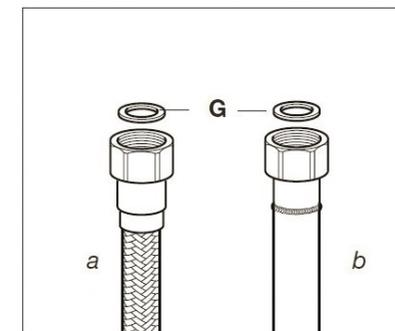

Figure 7
type G1/2) avec interposition d'un joint spécifique gaz fourni ((G) sur la figure 7) (si celui-ci n'est pas directement intégré au flexible) ;
1. Raccordement à l'aide d'un tuyau rigide à embout mécanique vissable (appellation norme Gaz G1/2) avec interposition d'un joint spécifique gaz fourni ((G) sur la figure 7) (si celui-ci n'est pas directement intégré au flexible) ;